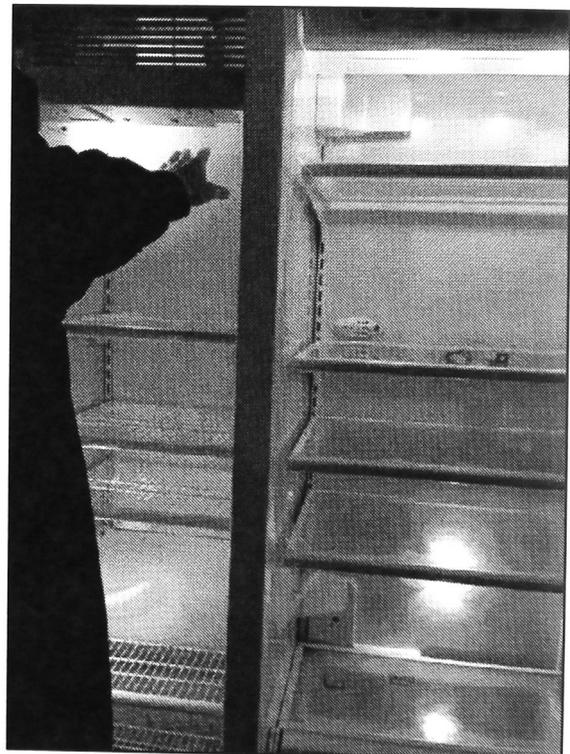

FIGURE 29
30. Replacer l'interrupteur en position ON (marche). L'éclairage de l'appareil s'allume de nouveau lorsque la porte est ouverte. Pour vérifier que le ventilateur du congélateur est fonctionnel, placer la main dans le congélateur comme illustré : un souffle d'air doit être perceptible. Voir Figure 29.